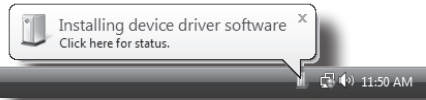

Figure 1
1. La première fois que vous connectez le Studio GT à un port USB, Windows 7 et Vista installent les pilotes universels. Une bulle s'affiche, et vous indique que le codec audio USB a été trouvé (Figure 1).